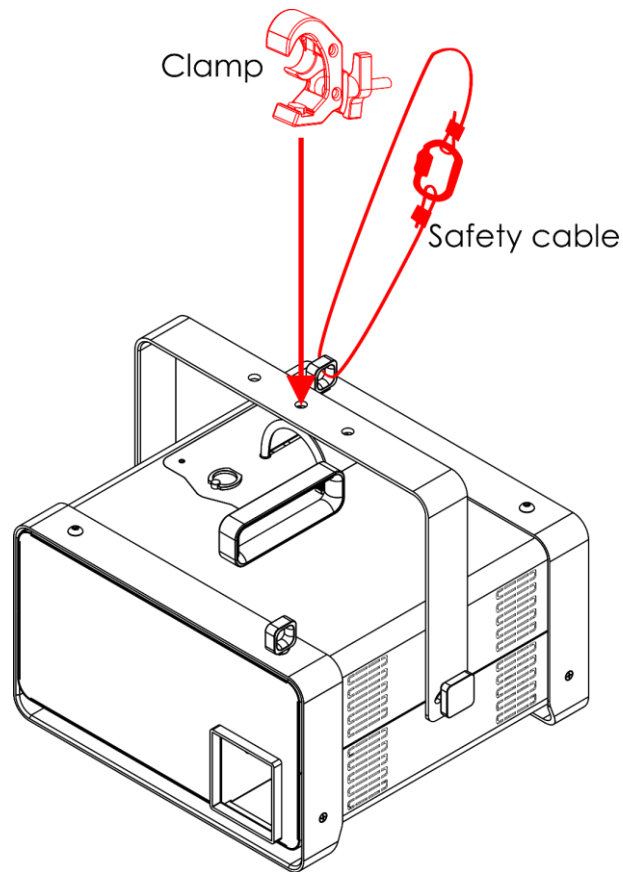

Fig. 06
- 01) Utilizzare un morsetto per fissare il dispositivo alla struttura di supporto, come mostrato nella Fig. 06. Accertarsi che il dispositivo non possa muoversi liberamente.
- 02) Fissare il dispositivo con una sospensione secondaria, ad esempio un cavo di sicurezza. Accertarsi che la sospensione secondaria sia in grado di sostenere 10 volte il peso del dispositivo. Ove possibile, la sospensione secondaria dovrebbe essere fissata a una struttura di supporto indipendente dalla sospensione primaria. Far passare il cavo di sicurezza nell'**occhiello di sicurezza (04)**, come indicato nella Fig. 06.